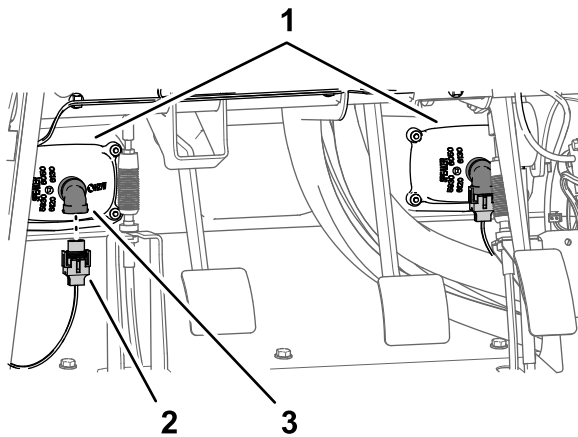

Bild 215
- Stecken Sie die zwei elektrischen Anschlüsse (2-Buchsen-Stecker) des Maschinenkabelbaums in die 2-Stift-Stecker des linken und rechten Scheinwerfers (Bild 215).
- Fluchten Sie die innere Kotflügelhaube mit den linken, oben und links, und unteren Rahmenrohren aus (Bild 215).